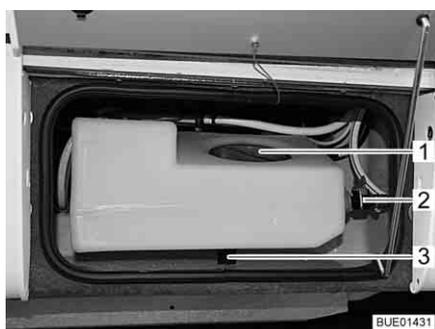
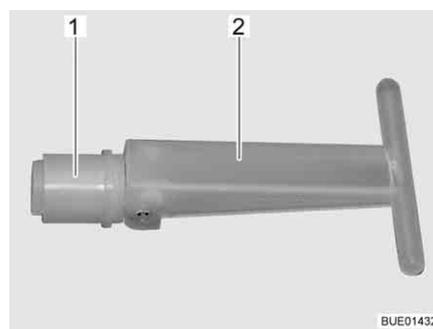

Fig. 223 Serbatoio dell'acqua aggiuntivo
Fig. 224 Tappo di chiusura
Quando la valvola di svuotamento (Fig. 223,2) è aperta, la capienza del serbatoio dell'acqua aggiuntivo è limitata a circa 30 l; l'acqua in eccesso defluisce. Quando la valvola di svuotamento è chiusa, è disponibile l'intero volume del serbatoio.
Quando si toglie il tappo di chiusura (Fig. 224,1) all'interno del serbatoio dell'acqua aggiuntivo, l'acqua defluisce attraverso lo scarico (Fig. 223,3). Il tappo di chiusura si raggiunge attraverso l'apertura di servizio (Fig. 223,1).
- Assicurarsi che il tappo di chiusura (Fig. 224,1) del serbatoio dell'acqua aggiuntivo sia chiuso (impugnatura (Fig. 224,2) girata).
- Assicurarsi che la valvola di svuotamento (Fig. 223,2) sia chiusa.
- Aprire l'apertura di servizio (Fig. 223,1) del serbatoio dell'acqua aggiuntivo.
- Attraverso l'apertura di servizio, portare in posizione verticale l'impugnatura (Fig. 224,2) del tappo di chiusura (Fig. 224,1) e sfilare il tappo.
- Aprire la valvola di svuotamento (Fig. 223,2) sul serbatoio dell'acqua aggiuntivo.